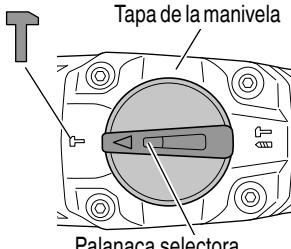

Fig. 7
- (1) Cambio a "martilleo"
- (b) Alinee las marcas ▲ de la palanca selectora y T de la tapa de la manivela como se ilustra en la Fig. 7.